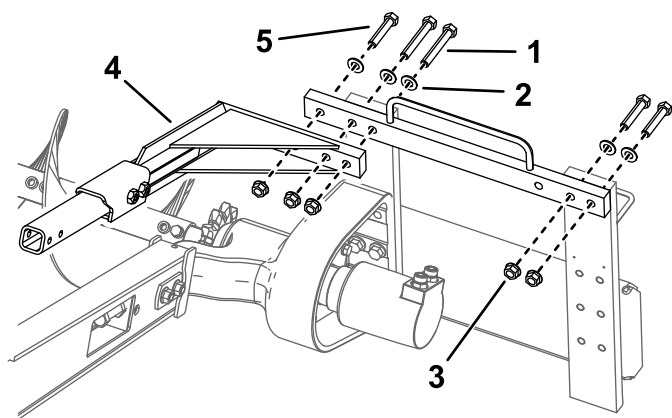

Bild 9
und versetzen sie in die entsprechenden Löcher an der linken Seite (Bild 9).
- Schraube, $\frac{5}{8}$ " x 4" (2)
- Scheibe (5)
- Mutter (5)
- Schraube, $\frac{5}{8}$ " x 3" (3)
- Montieren Sie die Sicherungsstange mit den drei vorher entfernten Schrauben, Scheiben und Bundmuttern über der Grabkette (Bild 9).